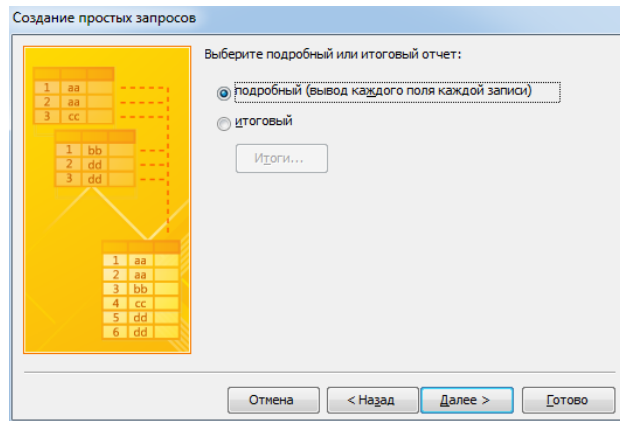

Рис.4.28 – Побудова детального запиту (друге вікно Майстра)
5. Натиснути на кнопку **Далее** перейти до наступного кроку роботи Майстра (рис. 4.28). Встановити перемикач вибору типу запиту: **подробный**. Натисканням на кнопку **Далее** перейти до останнього кроку роботи Майстра.